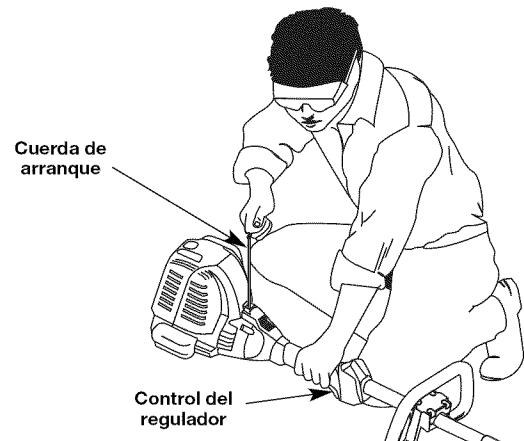

Fig. 7
ADVERTENCIA: Evite los arranques accidentales. Colóquese en posición de inicio cuando tire de la cuerda de arranque (Fig. 7). El operador y la unidad deben estar en una posición estable al arrancar la unidad para evitar graves lesiones personales.
5. Colóquese en la posición de arranque (Fig. 7). **OPRIMA y SOSTENGA OPRIMIDO el control del regulador en TODOS los siguientes pasos.** Tire de la cuerda de arranque en un movimiento controlado **5** veces.